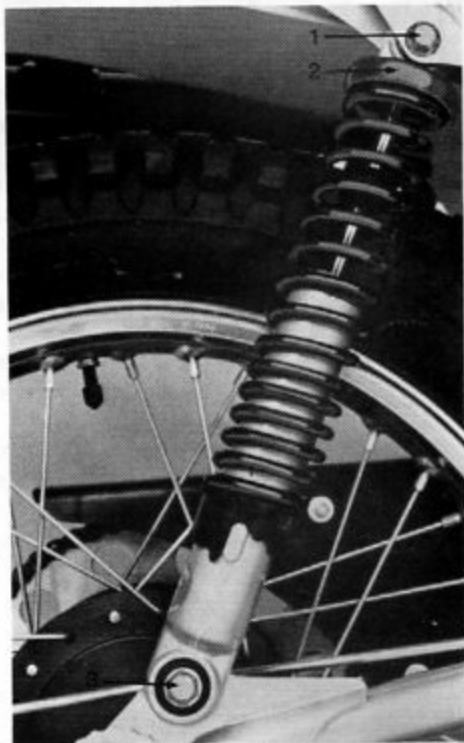

Fig. 38 - Ammortizzatore
- Svitare la vite di fissaggio superiore (1 - Fig. 38), alla quale è fissata anche la sella.
- Svitare la vite di fissaggio inferiore (2 - Fig. 38) sul forcellone, quindi togliere l'ammortizzatore. Per smontare la molla bisogna appoggiare l'ammortizzatore su un piano preferibilmente in legno (vedi Fig. 39), togliere la gomma di protezione 1 e usando due cacciaviti comprimere la molla per estrarre la ghiera superiore 2 quindi sfilare la molla.